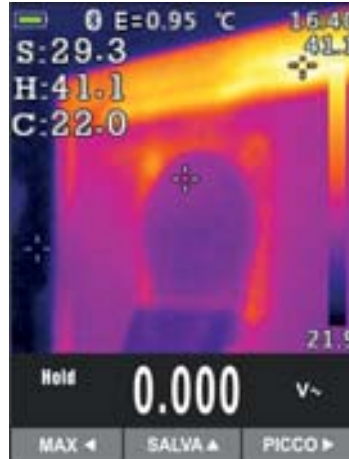

Fig. 45: Salvataggio immagine IR
9. Premere il tasto **HOLD/REL** per fissare il risultato. Il messaggio "HOLD" e il tasto **SALVA ▲** sono mostrati a display (vedere Fig. 45)